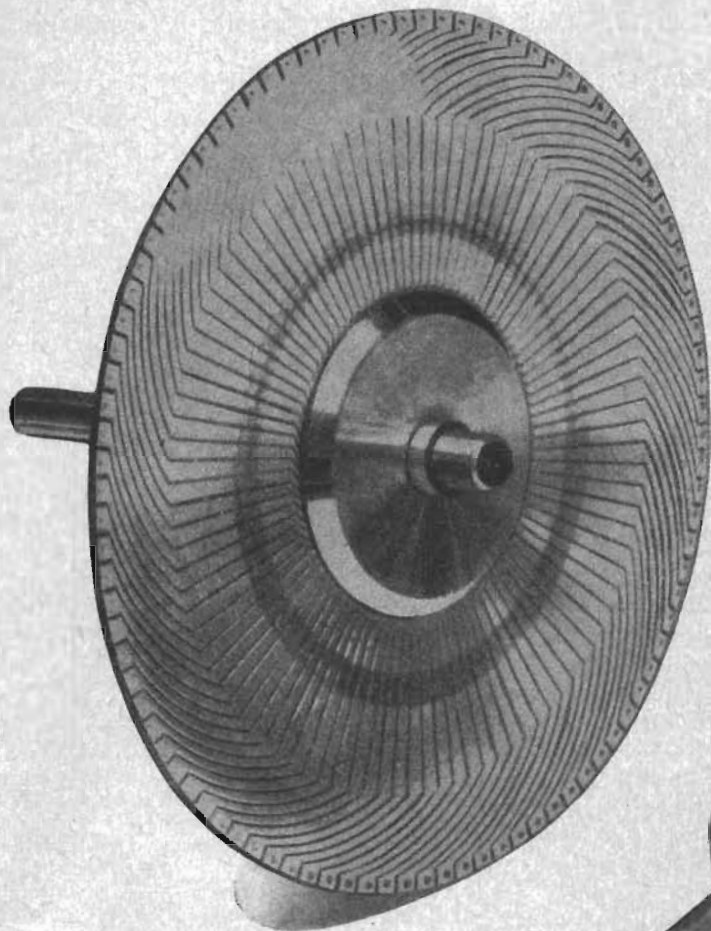

Fig 3
I stället för ett ankare, försett med tråd-härvor, se fig. 3, utnyttjas en isolerande skiva som på båda sidorna har ett ledningsmönster av tryckta kopparledare. Denna skiva vrider sig förbi ett antal polskor, vars kraftlinjefält ligger vinkelrätt mot skivans plan, se fig. 2. De på båda sidor påtryckta ledarna är inbördes förbundna i skivans periferi, så att man erhåller en sluten lindning som för varje lindningsvarv bildar ett antal slingor. Någon kollektor erfordras
Genomskärning av den nya elmotorn. Här betecknar (1) tryckt rotorskiva, ca 1 mm tjock, (2) permanentmagnet, (3) en ring av mjukt järn, som leder kraftlinjerna från angränsande permanentmagneter. Jfr fig. 3. Vid (5) visas borsten som ligger an direkt mot den tryckta rotorskivans kopparledare. (4) är rotoraxeln. T.v. visas hur de tryckta ledningarna på skivans fram- och baksida bildar en ändlös lindning, A—B—C—D etc., som bildar ett antal slingor. I en motor med 8 poler — som visas i fig. 4 — bildar varje lindningsvarv slingor. Varje slinga omfattar det magnetiska fält som i axiell riktning passerar genom rotorskivan.